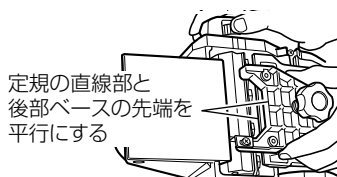

図 19
**注** • 刃高調整定規の直線部と後部ベースの先端が平行になるように定規を取付けてください。(図 19)